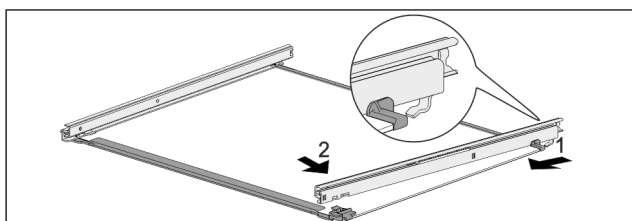

Fig. 45 Glasplatte mit Schienen
- Schiene hinten einhaken. Fig. 45 (1)
- Schiene vorne einrasten. Fig. 45 (2)